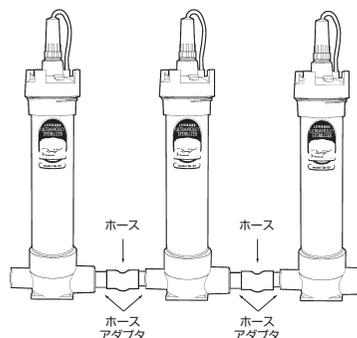

図 5
- 1) QL 殺菌灯を複数台連結する場合、また他機器と連結する場合には図 5 の様に付属のホースアダプターとホースを使用して連結して下さい。